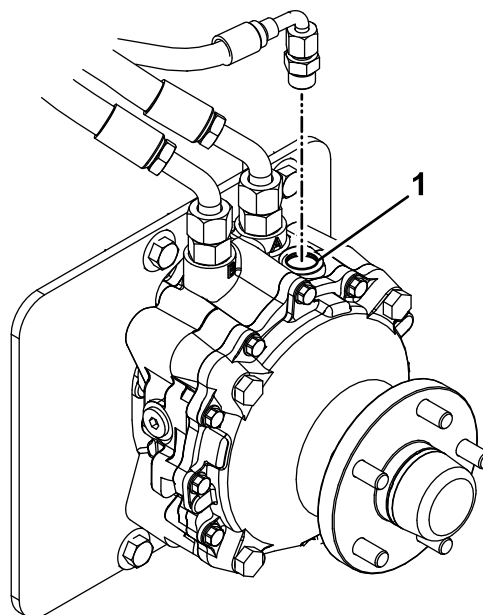

Figure 71
9. Enlevez le bouchon de l'orifice de remplissage au sommet de chaque moteur de roue (Figure 71).